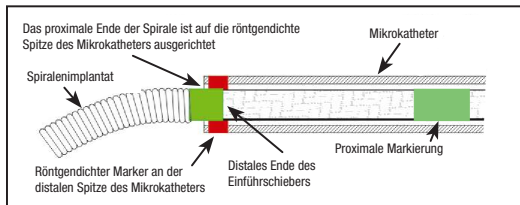

Abbildung 4 – Position der Markierungsbänder für das Abtrennen
26. Die Spirale an die gewünschte Position vorschieben, bis der proximale röntgengedichtete Marker auf dem Einführschieber mit der distalen Spitze des Mikrokatheters ausgerichtet ist oder sich leicht distal davon befindet, sodass die Abtrennzona gerade außerhalb der Mikrokatheterspitze liegt (siehe Abbildung 4).